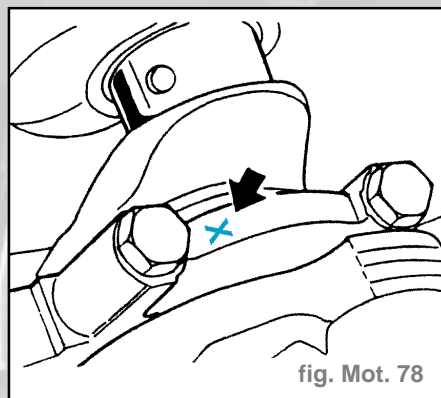

fig. Mot. 78
- Les chapeaux de palier **6** (coussinet de butée) et le **7** ne sont pas marqués (fig. Mot. 78).